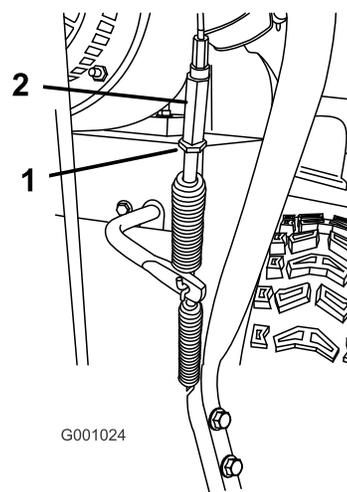

Figura 49
5. Allentate il controdado (Figura 49).
6. Allentate o serrate il tornichetto che regola la tensione del cavo (Figura 49).